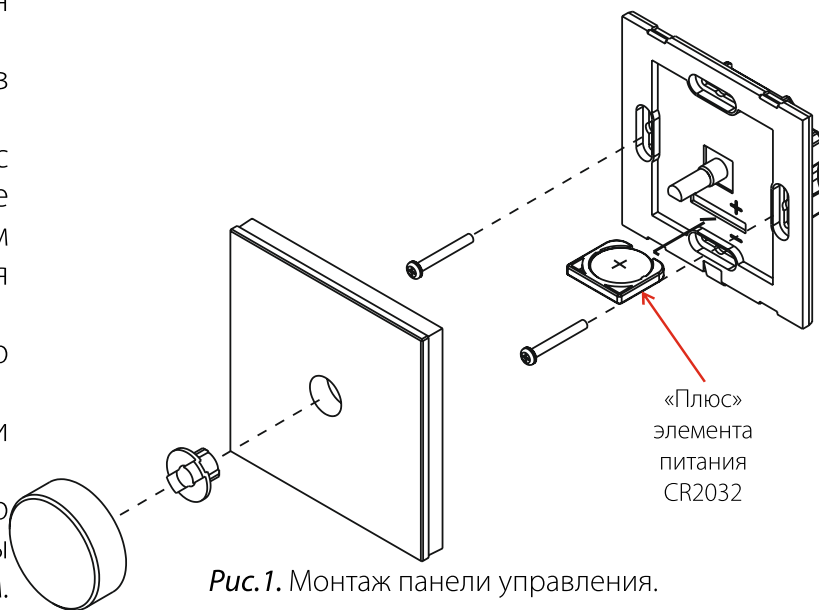

Рис.1. Монтаж панели управления.
- 3.2. Снимите вращающуюся ручку и втулку (см.Рис.1.)